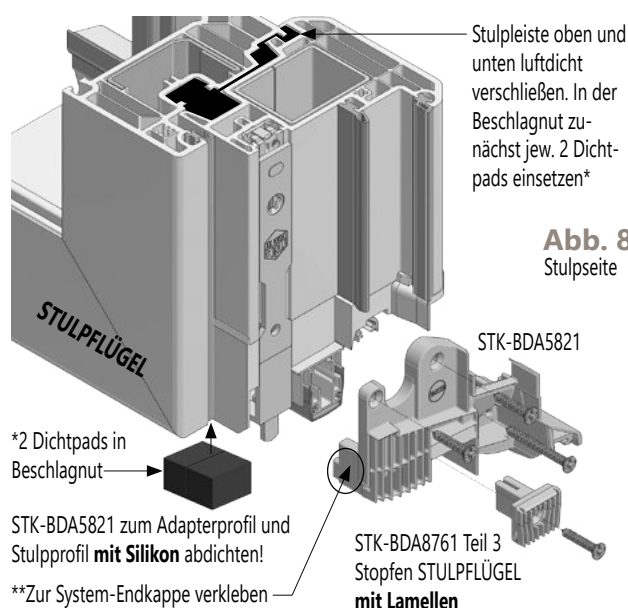

Abb. 8
STULPFLÜGEL Stulpleiste (Abb. 8)
- Die Stulp-Endkappe STK-BDA5821 zum Adapterprofil und Stulpprofil abdichten und mit den Edelstahlschrauben am Adapter-/Stulpprofil montieren. Entspr. Abb. 8** die innere Fläche mit der System-Endkappe verkleben. Der Beschlag läuft hinter der Stulp-Endkappe.